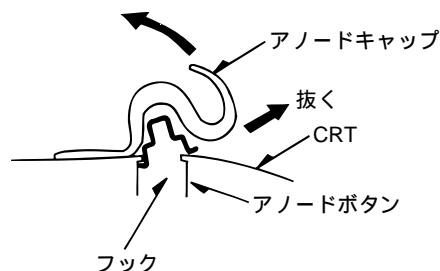

Fig. 2-4
- (6) アノードボタンより片側が外れたら、アノードキャップをめくり、押した方向と逆に抜いて外す。(Fig 2-4参照)